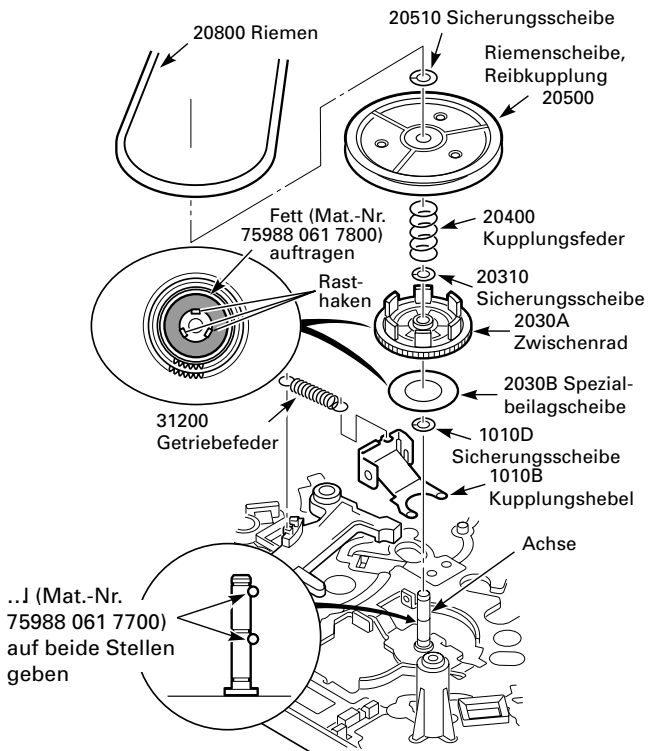

Fig. 8.21
- Riemen (Pos. 20800) aushängen, Sicherungsscheibe (Pos. 20510) entfernen und Riemenscheibe mit Reibkupplung (Pos. 20500) abnehmen (Fig. 8.21).
- Feder (Pos. 20400) entnehmen, Sicherungsscheibe (Pos. 20310) entfernen und Zwischenrad (Pos. 2030A) abnehmen (Fig. 8.21).
- Schmierhinweise in Fig. 8.21 beachten!
- Riemen (Pos. 20800) entfernen (Fig. 8.21).